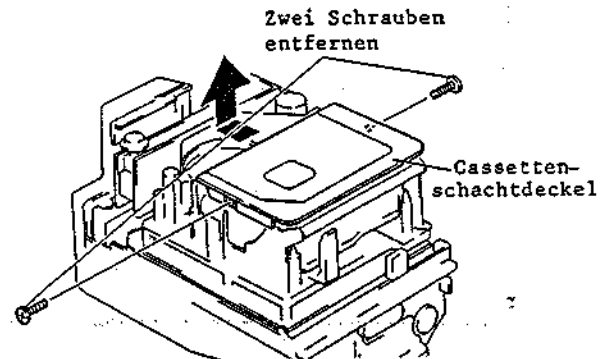

Abb. 2-4 Ausbau des Cassettenschachtdeckels
#### 1-3 Ausbau des Cassettenschachtdeckels (Abb. 2-4)
3. Zwei (2) Befestigungsschrauben des Cassettenschachtdeckels entfernen (siehe Abb. 2-4).
3. Den Cassettenschachtdeckel ausbauen (siehe Abb. 2-4).
3. Den Cassettenschachtdeckel entfernen (siehe Abb. 2-4).